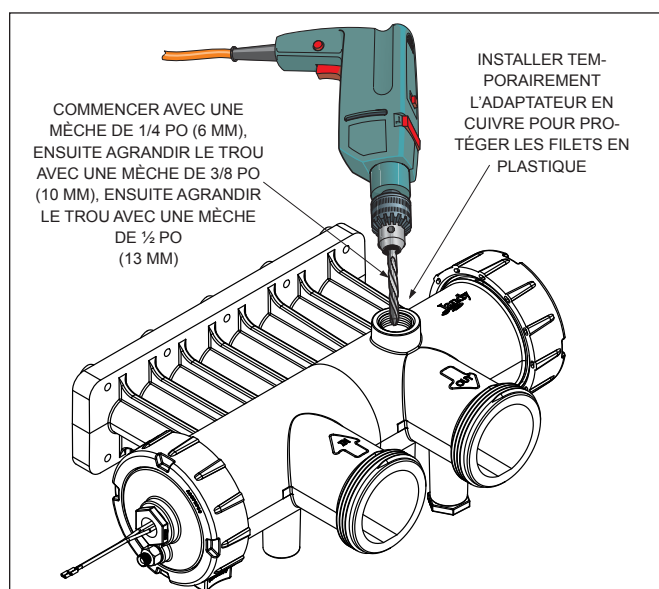

Figure 13. Percer un trou pour la soupape de limitation de pression
2. En utilisant comme guide la fraisure au centre du trou borgne, percer un trou de 1/4 po (6 mm) à travers le plastique. Voir Figure 13.